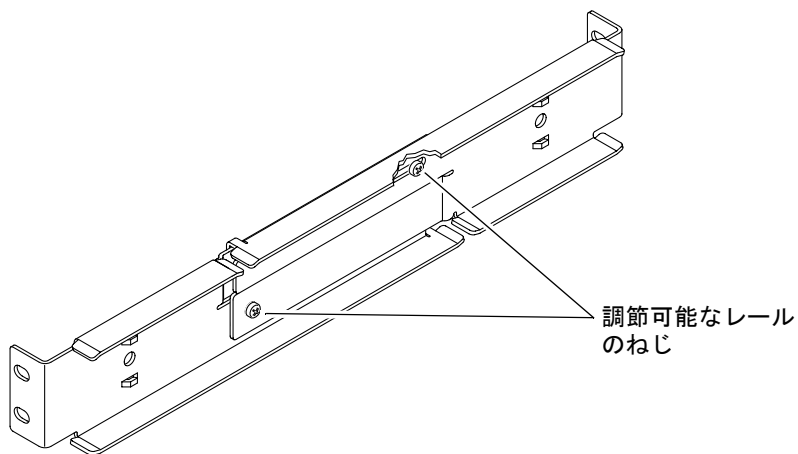

図 3-15 調節可能なレールのねじを緩める方法
2. 調節可能なレールの中ほどにある 2 本のねじを緩め、調節可能なレールを伸ばせるようにします (図 3-15 を参照)。
5. 調節可能な各レールの中ほどにある 2 本のねじを締めます (図 3-15 を参照)。